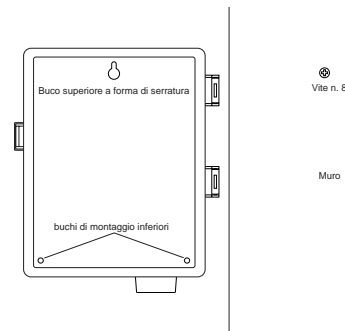

FIGURA 16: Installazione d'un programmatore per interni
- Avvitare una vite No. 8 in ognuno dei due fori sulla parte inferiore della scatola nella parete [vedere Figura 16].